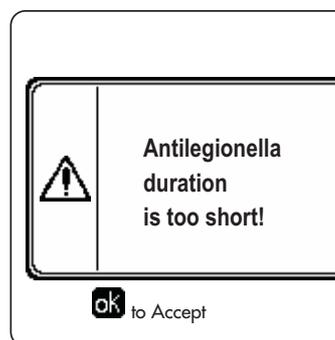

fig. 28 - Messaggio Funzione antilegionella non conclusa
- Se la **Funzione Antilegionella** non viene eseguita correttamente, il display visualizza il messaggio mostrato in fig. 28. Anche in presenza di tale messaggio, la caldaia continuerà a funzionare correttamente.